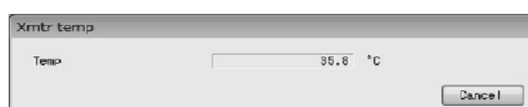

図162
- ⑧ 「Xmtr temp log」のウィンドウを閉じる場合は「Cancel」をクリックして下さい。
- ① メニューの「Maintenance(M)」をクリックし、「Maintenance xmtr」のドロップダウンリストの中から「Xmtr temp」を選び再度クリックします。
- ② 図162のようなウィンドウが現れ、現在の変換器内部温度を表示します。温度を確認したら、「Cancel」ボタンをクリックし、「Xmtr temp」を終了して下さい。